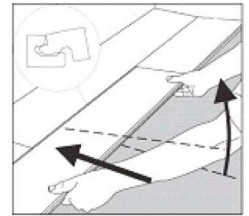

Figura 3
- Sitúe la siguiente tabla en su lugar al inclinarla ligeramente hacia arriba, empujando hacia adelante y entrelazando el click lateral. (Figura 3) **Deslice la placa según sea necesario para alinear los bordes de la unión final.**